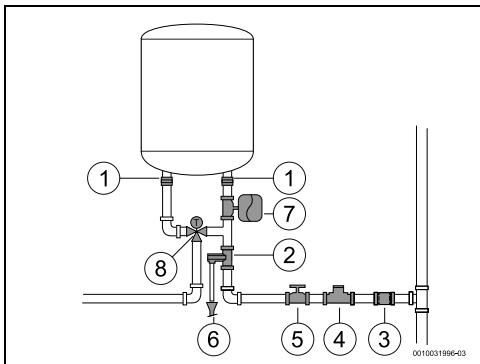

Fig. 14
- ▶ Se recomandă să instalați un robinet termostatat (Fig. 14, [8]) la nivelul tubului de evacuare al aparatului dacă se utilizează tuburi PEX. Acesta trebuie să fie reglat astfel încât să corespundă puterii materialului utilizat.
- ▶ Nu instalați niciodată accesorii (altele decât cele prezentate în Fig. 14) între supapa de siguranță și intrarea pentru apă rece (partea dreaptă) a aparatului.
- ▶ Instalați un reductor de presiune (Fig. 14, [4]). Supapa de siguranță se va activa atunci când presiunea apei din aparat depășește 8 bar ( $\pm 1$  bar), motiv pentru care este necesară planificarea unui mod de scurgere a acestei ape.
- ▶ Instalați un vas de expansiune (Fig. 14, [7]) pentru a opri deschiderea supapei de siguranță în mod frecvent. Volumul vasului de expansiune trebuie să fie echivalent cu 5 % din volumul aparatului.